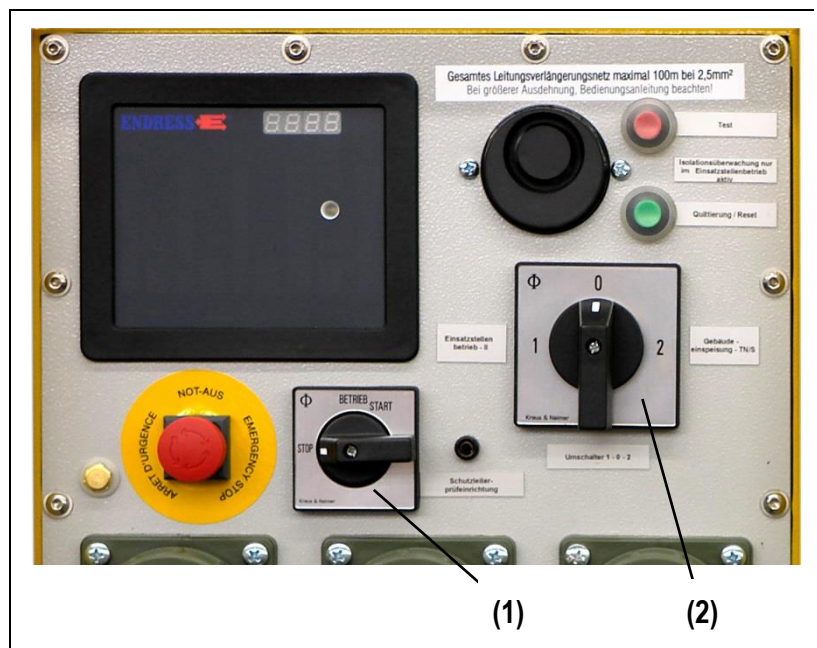

Abb. 4-2: Bedienpaneel Ausführung II / TN-S
**Umschalter Betriebsart ((Abb. 4-2-(2)) NUR bei stillstehendem Stromerzeuger umschalten!**
1. Betriebsarten-Umschalter (Abb. 4-2-(2)) in Position 1 für Einsatzstellenbetrieb (II) oder in Position 2 für Gebäudeeinspeisung (TN-S) drehen.
4. START-STOP-Schalter (Abb. 4-2-(1)) ganz nach rechts in Position „START“ drehen bis Motor startet und dann loslassen.
1. Betriebsarten-Umschalter (Abb. 4-2-(2)) in Position 1 für Einsatzstellbetrieb (II) oder in Position 2 für Gebäudeeinspeisung (TN-S) drehen.
4. START-STOP-Schalter (Abb. 4-2-(1)) auf Stellung „BETRIEB“ stellen.
1. Betriebsarten-Umschalter (*Abb. 4-2-(2)*) in Position 1 für Einsatzstellbetrieb (II) oder in Position 2 für Gebäudeeinspeisung (TN-S) drehen.
2. START-STOP-Schalter (*Abb. 4-2-(1)*) auf Stellung „BETRIEB“ stellen
3. START-STOP-Schalter (*Abb. 4-2-(1)*) auf Stellung „STOP“ stellen